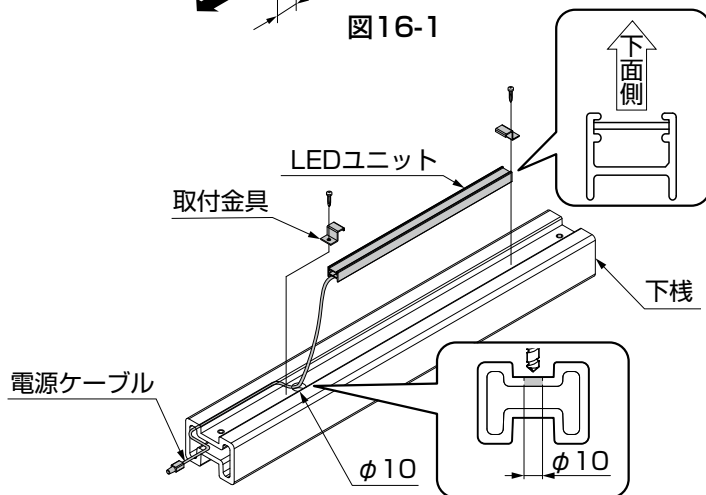

図16-2
- ①下棧スリーブ材を抜き取り、配線を通す側のスリーブ材の端部を10mm切断してください。
- ②LEDユニットを取付ける位置を確認して、下棧の溝にφ10の下孔をあけてください。(図16-2参照)
- ③切断した下棧スリーブ材を下棧に差込み、配線を下棧の内側溝にはうようようにしてください。